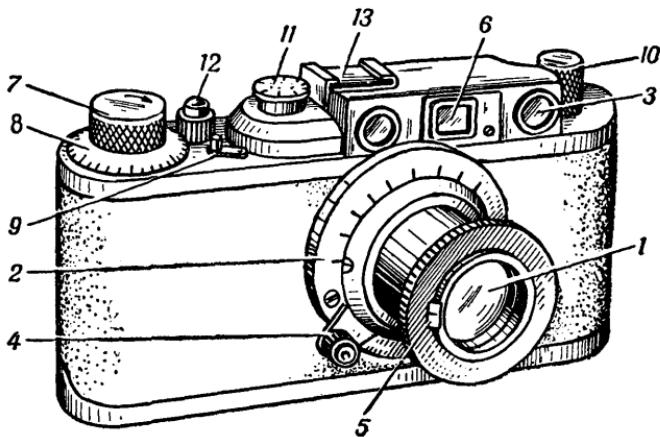

Рис. 21. Общий вид фотоаппарата „ФЭД“:
Фотоаппарат «ФЭД» представляет собой довольно простой, хорошо продуманный и точный механизм. Внешний вид его представлен на рис. 21. Аппарат снабжён объективом (1) со светосилой 1 : 3,5, в выдвижной оправе. Наводка на резкость может быть произведена по шкале расстояний (2) или, что удобнее, при помощи дальномера (3). Дальномер связан механически с винтовой оправой объектива. Когда при повороте рукоятки (4) изображение предмета в окошечке дальномера перестанет двоиться, можно быть уверенным, что аппарат установлен на резкость. Объектив снабжён диафрагмой, позволяющей уменьшать светосилу его до 1 : 18. Диафрагма управляетя рычагом (5), помещённым на передней части оправы объектива.